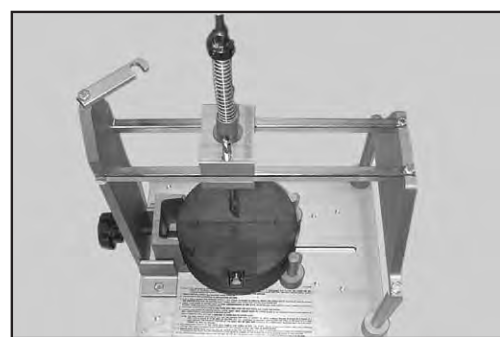

Figura 9
4.4 Insira a broca no suporte conforme indicada na fita de medição (figura 9).